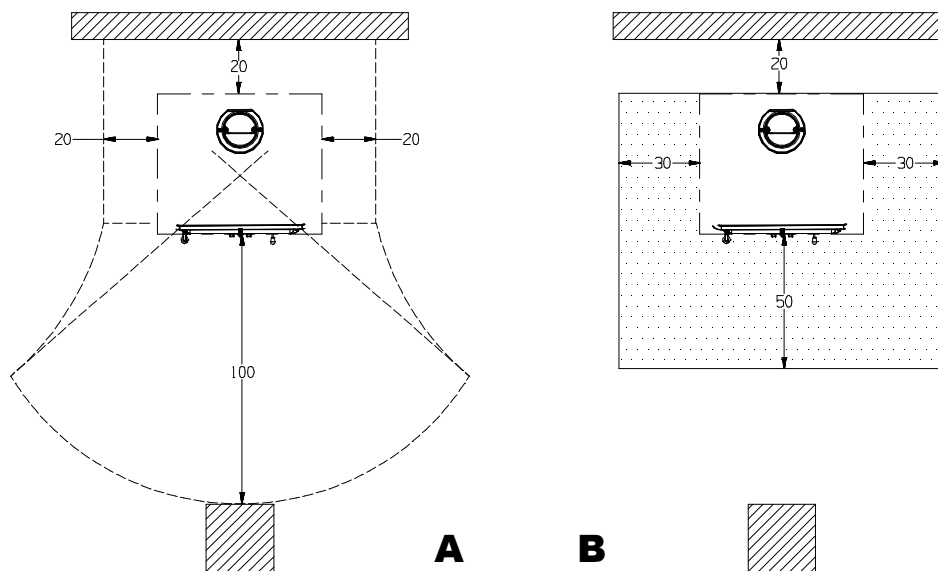

ABB. 2
- Um eine ausreichende Wärmedämmung zu gewährleisten, muss die Mindestanforderungen für Sicherheitsabstand (siehe ABB. 2 A) eingehalten werden. **Alle Sicherheitsabstände sind auf der Typenschild des Produktes gezeigt und sollten nicht unter der angegebenen Werte liegen.**
- Wenn das Produkt auf einem leicht entzündlichen Boden installiert wird, muss ein feuerfester Unterbau vorgesehen werden. **Fußböden aus brennbaren Materialien** wie Teppich, Parkett oder Kork, **müssen durch einen entsprechenden Belag** aus nicht brennbaren Baustoffen, zum Beispiel Keramik Stein, Glas oder Stahl ersetzt werden (Abmessungen nach der regionalen Ordnung). Der Belag muss sich seitlich auf mindestens **30 cm** über die Feuerungsöffnung und vorn auf mindestens **50 cm** hinaus erstrecken. (ABB. 2 B).